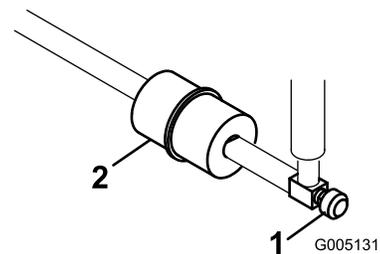

Figure 43
Le filtre à carburant en ligne se trouve dans la conduite d'alimentation, entre le réservoir de carburant et le carburateur (Figure 43).
1. Fermez le robinet d'arrivée de carburant (Figure 43).
2. Placez un bac de vidange sous le filtre, desserrez le collier sur le côté carburateur du filtre, et débranchez la conduite de carburant du filtre (Figure 43).
3. Desserrez l'autre collier et déposez le filtre (Figure 43).